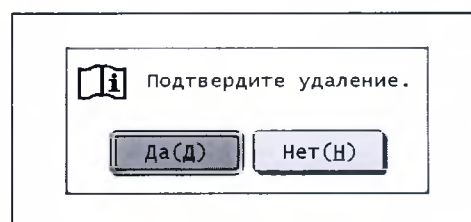

Рисунок 7.268
- 5 При нажатии кнопки [Yes] (Да) отобразится индикатор выполнения (см. рис. 7.268). Для отмены этого процесса нажмите кнопку [Cancel] (Отмена).